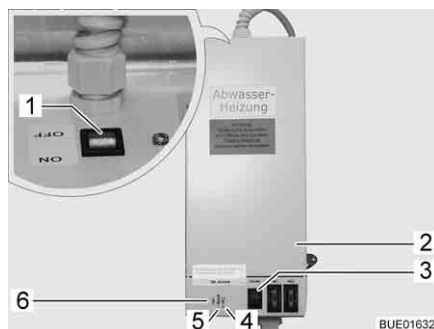

Fig. 241 Trasformatore con apparecchio di regolazione
Il trasformatore 230 V AC/12 V DC (Fig. 241,2) è montato, a seconda del modello, nell'armadio guardaroba o nella cassapanca della dinette.
- La spia di controllo (Fig. 241,5) diventa verde: Regolatore in funzione.
- Le spie di controllo (Fig. 241,4 e 6) diventano rosse: Le tubazioni delle acque grigie vengono riscaldate.
Nell'involucro è incorporato un pulsante di prova (Fig. 241,3) che consente di mettere in funzione brevemente l'apparecchio di regolazione. La pressione sul pulsante di prova consente di testare il funzionamento del riscaldamento anche quando la temperatura ambiente è superiore a 5 °C.
- Posizionare su "ON" l'interruttore (Fig. 241,1) sul trasformatore (Fig. 241,2).
- Posizionare su "OFF" l'interruttore (Fig. 241,1) sul trasformatore (Fig. 241,2).